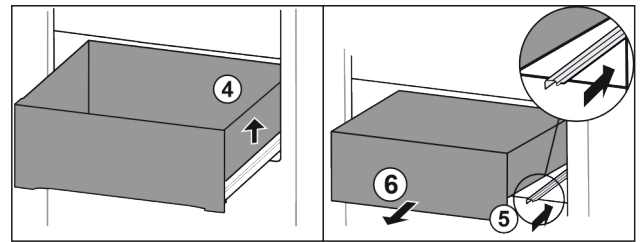

Fig. 107
- ▶ Soulever le tiroir sur la droite. Fig. 107 (4)
- ▶ Rentrer le rail de droite. Fig. 107 (5)
- ▶ Retirer le tiroir par l'avant. Fig. 107 (6)